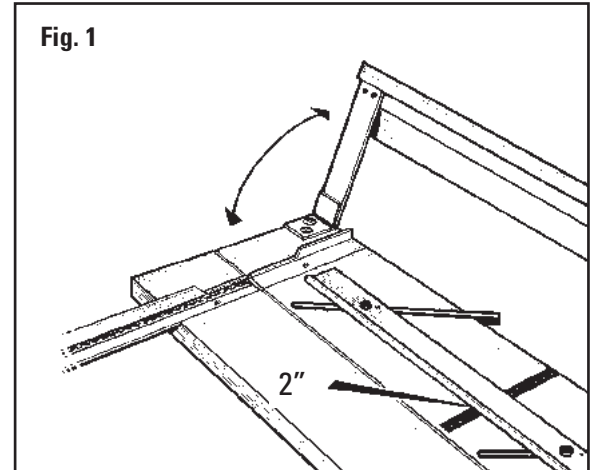

Fig. 1
- Ajuste la Guía de la Lámina Perimétrica a la anchura de franja deseada. Por ejemplo para una franja de 2" alinee el frente de la Guía de Lámina Perimétrica en la marca de 2" y apriete las Perillas Negras. **Fig. 1**
- Regolare i bordi della guida del passepartout in base alla profondità desiderata. Ad esempio, per un bordo di 2" allineare la parte anteriore della guida del passepartout sul segno 2" e serrare le manopole nere. **Fig. 1**